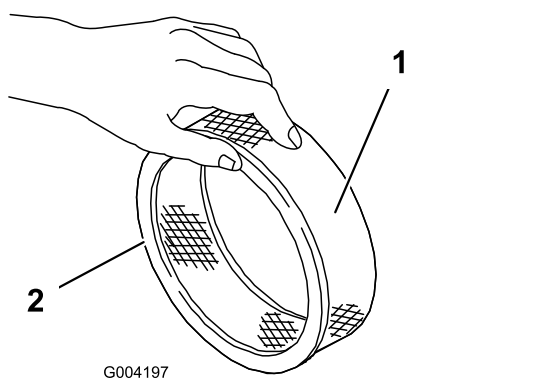

Bild 146
5. Untersuchen Sie den Papierfilter auf Risse, einen öligen Film und Schäden an der Gummidichtung (Bild 146).